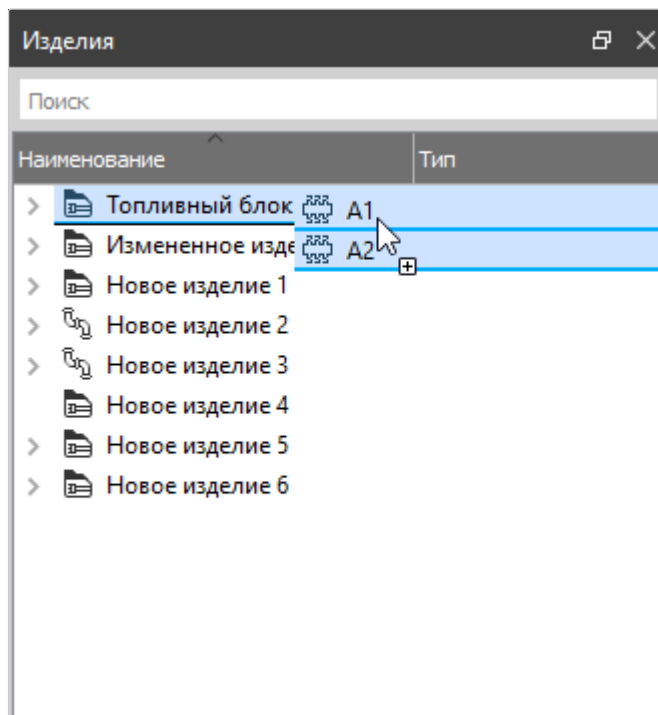

Рисунок 267. Перемещение элементов в состав изделия
- 3) Перенести выбранные элементы в плавающее окно «Изделия» поверх наименования нужного изделия (см. рисунок 267).